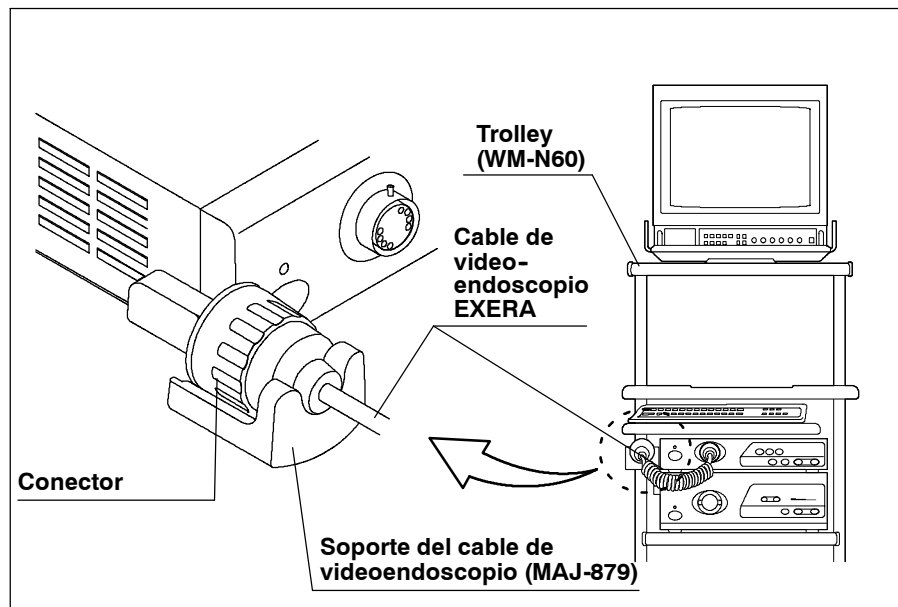

Figura 3.13
- Deposite el conector sobre el soporte del cable de videoendoscopio (MAJ-879) a la izquierda del procesador de video (ver figura 3.13).